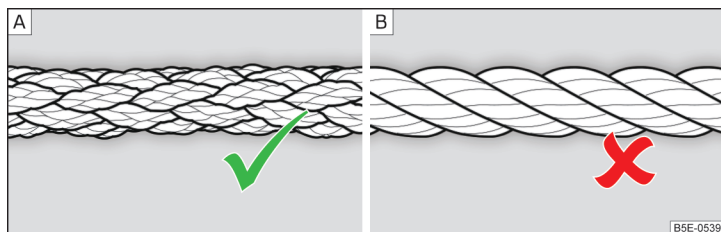

Fig. 189 Flettet slæbetov / Viklet slæbetov
I forbindelse med bugsering skal du anvende et flettet slæbetov » Fig. 189 – A.
- I forbindelse med bugsering må du ikke anvende et viklet slæbetov » Fig. 189 – , slæbeøjet kan blive skruet ud af bilen – fare for ulykke.